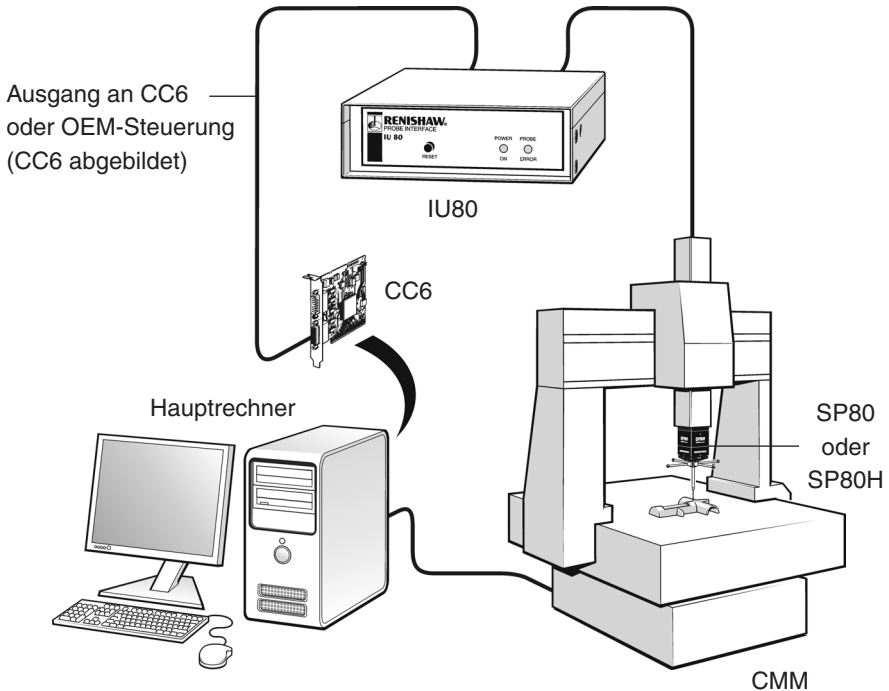

Abb. 32 - SP80 Integration (mit IU80 und CC6)
- Verwendung einer Renishaw CC6 PCI Zählerkarte und einer Renishaw IU80 Interpolatoreinheit (Abbildung 32).